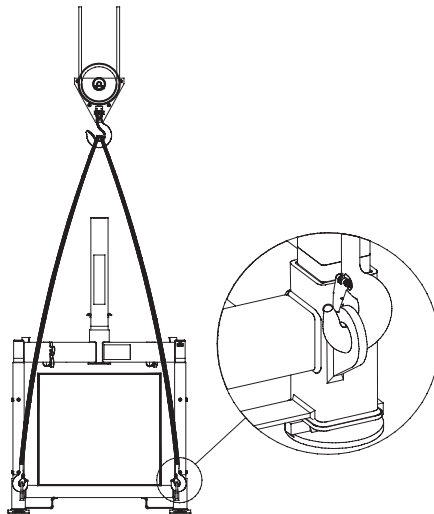

Abbildung 32. Anheben der gesamten Einheit für den Transport (Kran).
4. Das System ist ohne SkyReach anzuheben, siehe Abbildung 32. Verwenden Sie hierzu 4 Schlingen/ Ketten mit einer Mindest-Ladefähigkeit von 2000 kg/ Stück. Sämtliche Schlingen/ Ketten müssen gleichlang sein, um das Kippen der Einheit beim Anheben zu vermeiden. Jede Schlinge muss an einer der Hebeösen befestigt sein, siehe Abbildung 32.